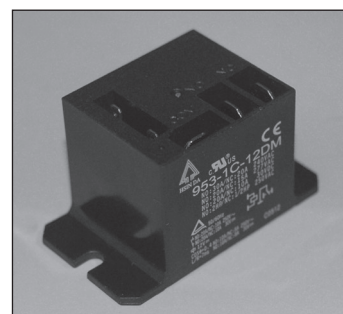

Figura 6
5. Instalar el módulo disyuntor de alimentación, **Figura 6**, al calentador de agua tal como se indica a continuación.